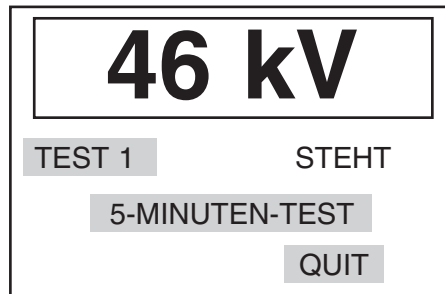
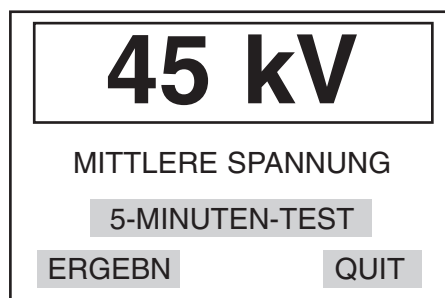
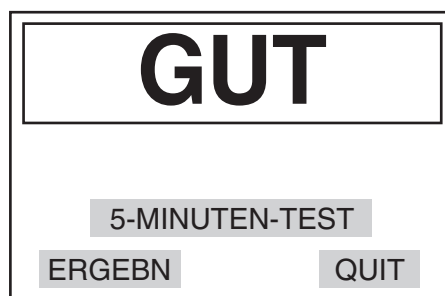

Abbildung 8 Bildschirm: Zwischenstehzeit
Abbildung 9 Bildschirm: Mittlere Durchschlagsspannung
Abbildung 10 Bildschirm: 'PASS'-Bildschirm
4. Nach Beendigung des Rührvorgangs tritt das Prüfgerät in die Zwischenstehzeitphase ein, bei der die Ölprobe 30 Sekunden lang in Ruhe stehen gelassen wird. Auf dem Display erscheint wiederum die noch verbleibende Stehzeit im Wechsel mit den Worten 'STEHT'; die Durchschlagsspannung erscheint auch weiterhin auf dem Display. Der Bildschirm ist der Darstellung in Abbildung 8 ähnlich.
5. Nach Beendigung von Schritt (4) beginnt die Prüfspannung wieder wie im oben beschriebenen Schritt (2) anzusteigen, diesmal für 'TEST 2', und der Prüfzyklus wiederholt sich.
6. Die Schritte (3), (4) und (5) werden wiederholt, so daß die Prüfspannung ein drittes Mal wieder angelegt wird. Nach Abschalten der Prüfspannung beim dritten Test erscheint auf dem Display die aus den drei Tests in der Prüfreihe ermittelte durchschnittliche Durchschlagsspannung. Der Bildschirm ist der Darstellung in Abbildung 9 bzw. Abbildung 10, wenn die Option 'PASS/FAIL' ('OK/NICHT OK') gewählt wurde, ähnlich.
4. Nach Beendigung des Rührvorgangs tritt das Prüfgerät in die Zwischenstehtzeitphase ein, bei der die Ölprobe 1 Minute lang in Ruhe stehen gelassen wird. Auf dem Display erscheint wiederum die noch verbleibende Stehtzeit im Wechsel mit den Worten 'STEHT'; die Durchschlagsspannung erscheint auch weiterhin auf dem Display. Der Bildschirm ist der Darstellung in Abbildung 8 ähnlich.
5. Dann beginnt die Prüfspannung wieder wie im oben beschriebenen Schritt (2) anzusteigen, diesmal für 'TEST 2', und der Prüfzyklus wiederholt sich.
6. Bei diesen technischen Spezifikationen müssen 6 aufeinanderfolgende Tests durchlaufen werden. Nach Abschalten der Prüfspannung beim letzten Test erscheint auf dem Display die aus den 6 Tests in der Prüfreihe ermittelte durchschnittliche Durchschlagsspannung. Der Bildschirm ist der Darstellung in Abbildung 9 bzw. Abbildung 10, wenn die Option 'PASS/FAIL' ('OK/NICHT OK') gewählt wurde, ähnlich. Die Prüfung nach BS 148 umfaßt auch den empfohlenen 'PASS'-Grenzwert und zeigt an, ob die Ölprobe den Test mit OK oder NICHT OK bestanden hat. Gleichzeitig wird auch die mittlere Durchschlagsspannung angezeigt.
3. Bei Auftreten eines Durchschlags (oder Erreichen der Höchstspannung) wird die Prüfspannung abgeschaltet; die 'kV' Warnanzeige erlischt, und das Prüfgerät tritt in die Zwischenstezeitphase ein, bei der die Ölprobe 1 Minute lang in Ruhe stehen gelassen wird. Eine Rührzeit gibt es nicht. Der Bildschirm ist der Darstellung in Abbildung 8 ähnlich.
4. Nach Beendigung der Zwischenstezeit beginnt die Prüfspannung wieder wie im oben beschriebenen Schritt (2) anzusteigen, diesmal für 'TEST 2', und der Prüfzyklus wiederholt sich.
5. Bei dieser technischen Spezifikation müssen 5 aufeinanderfolgende Tests durchlaufen werden. Nach Abschalen der Prüfspannung beim letzten Test erscheint auf dem Display die aus den 5 Tests in der Prüfreihe ermittelte durchschnittliche Durchschlagspannung. Der Bildschirm ist der Darstellung in Abbildung 9 bzw. Abbildung 10, wenn die Option 'PASS/FAIL' ('OK/NICHT OK') gewählt wurde, ähnlich.
3. Bei Auftreten eines Durchschlags (oder Erreichen der Höchstspannung) wird die Prüfspannung abgeschaltet; die 'kV' Warnanzeige erlischt, und das Prüfgerät tritt in die Zwischenstehzeitphase ein, bei der die Ölprobe 1 Minute lang in Ruhe stehen gelassen wird. Der Bildschirm ist der Darstellung in Abbildung 8 ähnlich.
4. Dann beginnt die Prüfspannung wieder wie im oben beschriebenen Schritt (2) anzusteigen, diesmal für 'TEST 2', und der Prüfzyklus wiederholt sich.
5. Bei dieser technischen Spezifikation müssen 5 aufeinanderfolgende Tests durchlaufen werden. Nach Abschalten der Prüfspannung beim letzten Test erscheint auf dem Display die aus den 5 Tests in der Prüfreihe ermittelte durchschnittliche Durchschlagspannung. Der Bildschirm ist der Darstellung in Abbildung 9 bzw. Abbildung 10, wenn die Option 'PASS/FAIL' ('OK/NICHT OK') gewählt wurde, ähnlich.